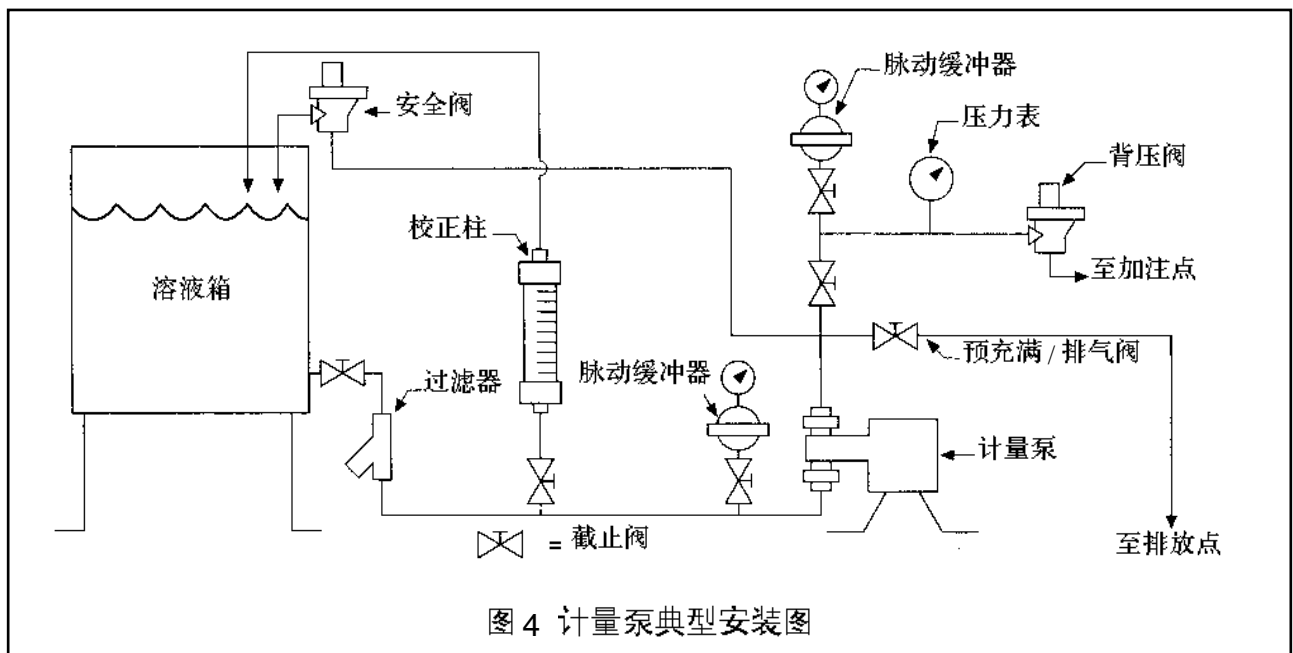

图4 计量泵典型安装图
- 图4为建议的一种典型的安装图。
在泵和最近的截止阀之间的出液管路上安装安全阀，这可避免偶然的关闭阀门造成泵的损坏。管路安全阀出液管返回到吸液池中或排放掉，但无论何种情况下，都应确保管路末端部分是可见的，以便容易地检测到安全阀的泄漏。安全阀必须安装到储液池的顶部，以使其正常工作（见图4）。
在泵的吸液管和出液管两端都应安装截止阀。将排出管路截止阀应位于安全阀进液连接管的下游，图 4 为建议的截止阀安装位置。